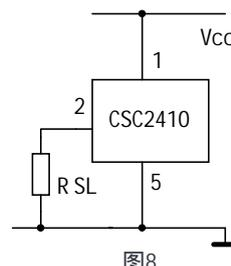

图8
(5) 如图 8 所示，当电阻 R_{SL} 的值改变时，起振电流也随之改变。